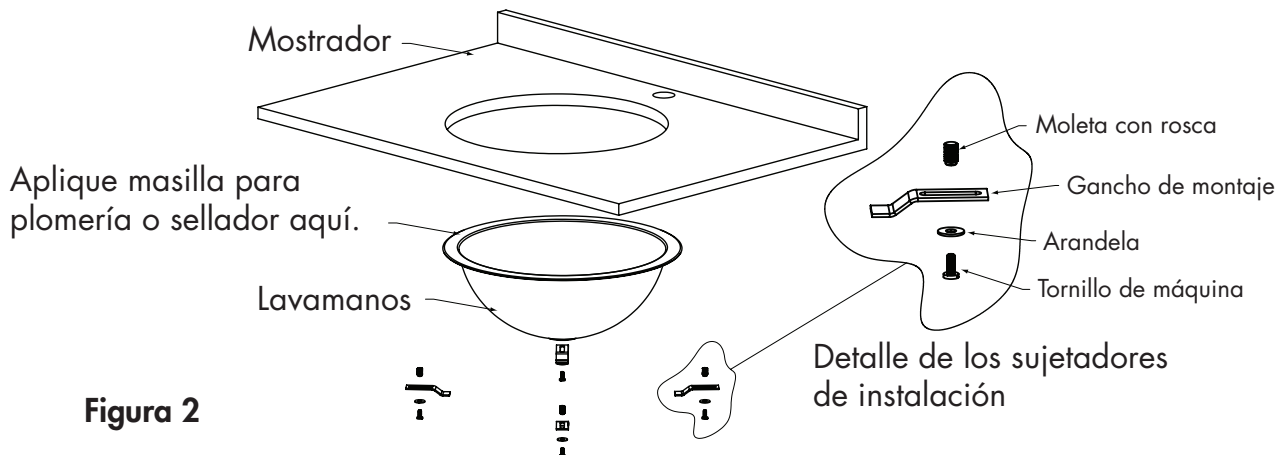

Figura 2
- o Vea la figura 2, de detalle de los sujetadores de montaje [Instalación de mostradores de superficie sólida con un mínimo espesor de 1" (25mm). El instalador debe proporcionar anclajes para los mostradores menos gruesos.]
- o Para las superficies sólidas, taladre el agujero del anclaje con **3/8" de diámetro x 1/2" de profundidad**. Aplique una cantidad pequeña de adhesivo "epoxy" (no proporcionado) para sellar el extremo de la **moleta con rosca (C)**. Inserte la moleta con rosca (con el extremo roscado abierto expuesto).
- o Coloque **los sujetadores de instalación inferior (B)** para sostener **el lavamanos** en su lugar.